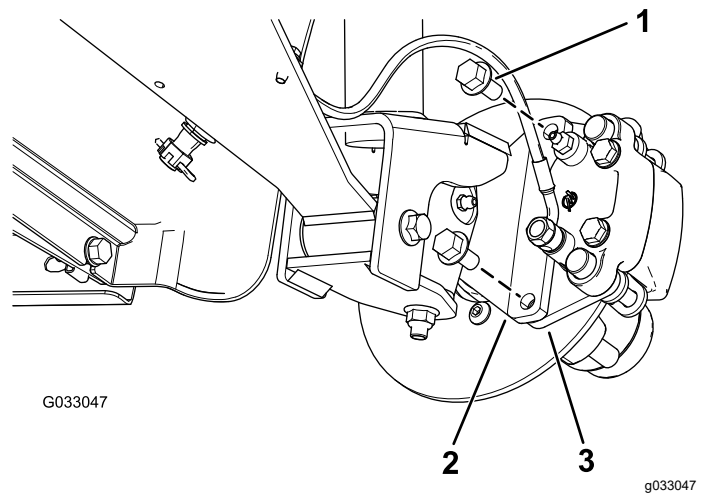
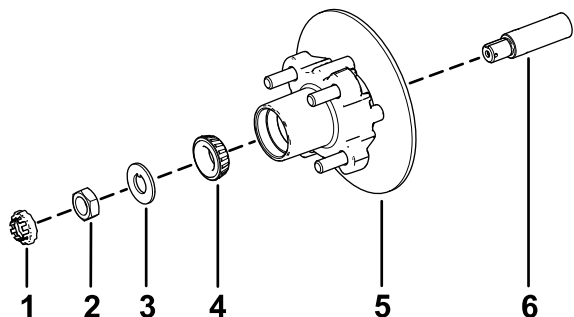

Figura 32
Figura 36
3. Togliete i bulloni a testa flangiata ( $\frac{3}{8}$ " x  $\frac{3}{4}$ "") che fissano la staffa del gruppo del freno al mandrino e separate il freno dal mandrino (Figura 32).
1. Lubrificate leggermente il mandrino con il grasso specificato (Figura 36).
2. Montate il mozzo e il rotore sul mandrino con il rotore verso l'interno (Figura 36).
3. Montate il cuscinetto esterno sul mandrino e inserite il cuscinetto sull'anello esterno (Figura 36).
4. Montate la rondella di sicurezza sul mandrino (Figura 36).
5. Avvitare il dado del mandrino sul mandrino e serrate il dado a 15 N·m mentre ruotate il mozzo per posizionare in sede il cuscinetto (Figura 36).
2. Allineate le pastiglie dei freni su ciascun lato del rotore (Figura 32) e i fori sulla staffa della pinza con i fori sul supporto del freno del telaio del mandrino (Figura 36).
3. Fissate la staffa del calibro al telaio del mandrino (Figura 32) utilizzando i 2 bulloni a testa flangiata ( $\frac{3}{8}$ " x  $\frac{3}{4}$ " ).